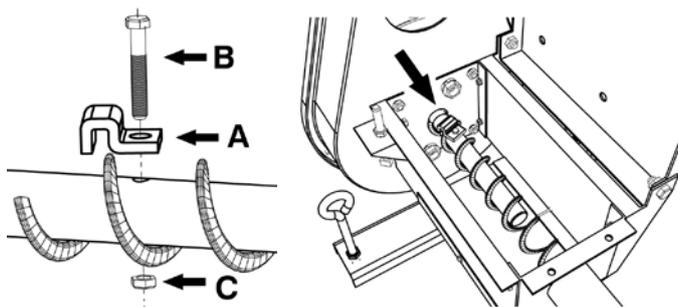

Figura 7
- 06- Fijar el sinfín al eje con el “seguro de sujeción”** (ver figura 7), formado por el seguro (A), tornillo (B) y tuerca autoblocante (C).